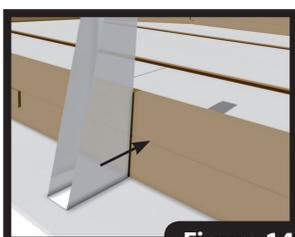

Figure 14
- Placez les sabots au centre des grands pans de votre bassin, en appui contre les madriers (figure 14).